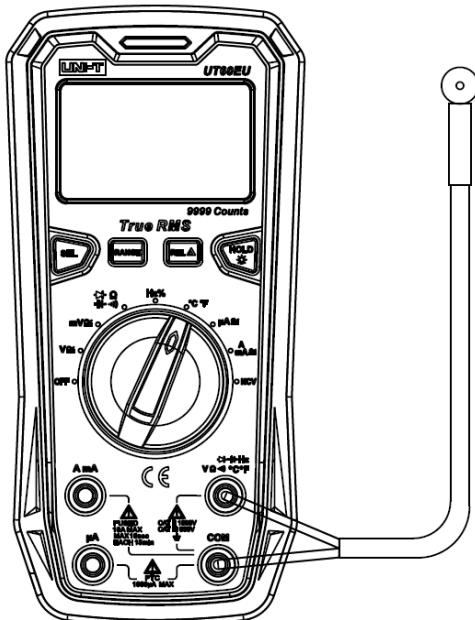

Рисунок 4
9.9. Измерение температуры (см. рисунок 4)